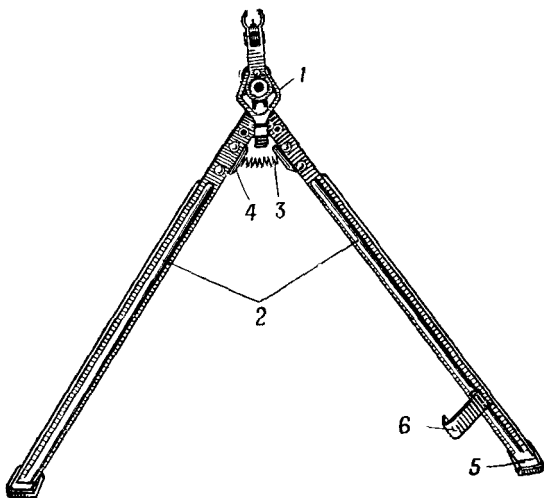

Рис. 36. Сошка пулемета:
16. Сошка пулемета (рис. 36) служит упором при стрельбе. Она имеет основание, две ноги с ползками для упора в грунт и выступами для